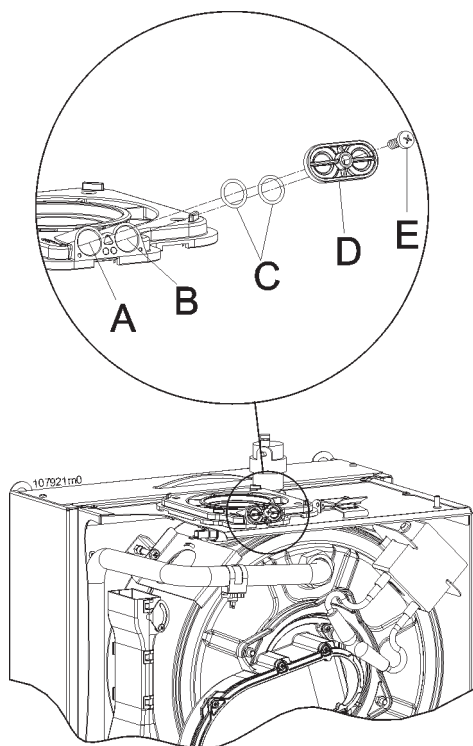

Figura 30 - Prese di analisi combustione
- collegare un analizzatore di combustione nella apposita presa sul raccordo di scarico fumi "B" di figura 30;